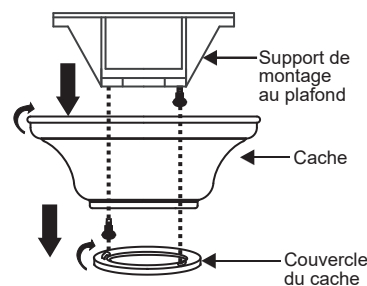

Fig. 5
Étape 1. Retirez le couvercle inférieur décoratif de l'auvent en tournant le couvercle dans le sens inverse des aiguilles d'une montre. (Fig.5)
Étape 2. Retirez le support de montage au plafond de l'auvent en retirant (et conservez l'une des deux vis. Desserrez la vis restante d'un demi-tour. (Fig. 5).